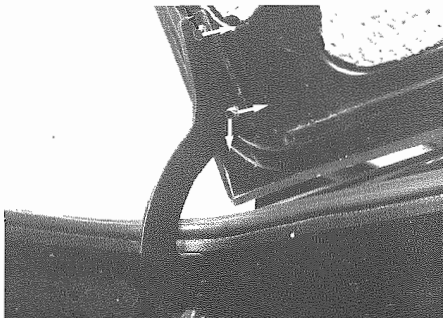

Fig. 3 - Viti fissaggio cofano
- Allentare le viti di fissaggio sulle cerniere (**Fig. 3**) e smontare il cofano, senza appoggiarlo sulla vettura.
- Unscrew fixing screws on hinges (**Fig. 3**) and remove the hood, without placing it on the car.